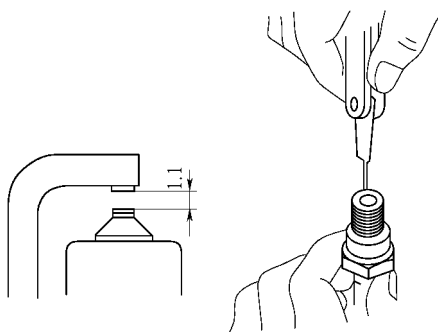

图 5-9 检查火花塞间隙
(4) 检查电极间隙。最大电极间隙为 1.3mm，新火花塞的正确电极间隙 1.1mm，如果间隙大于最大值，则应更换火花塞，如图 5-9 所示。